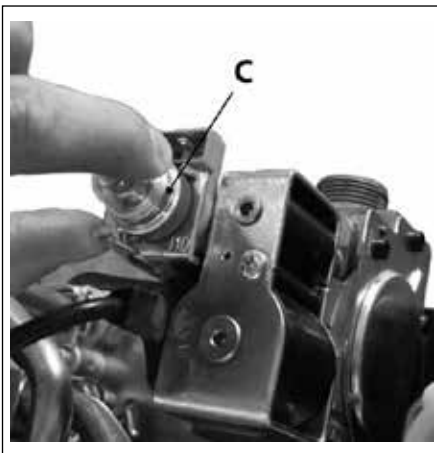

Рис. 47 Бобіна модуляції газового клапану
- Зняти пластиковий ковпачок **С** (дивись Рис. 47 Бобіна модуляції газового клапану) з верхньої котушки модулятора газового клапану, що захищає гвинти регулятора тиску.